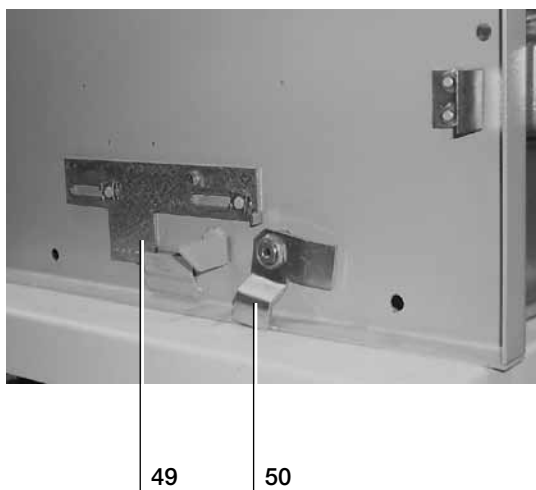

Fig. 11e
- cadenas de fermeture de la porte (50) (fig. 11e)
- plaque du pieu de déverrouillage du cadenas de fermeture de la porte (49) (fig. 11e)